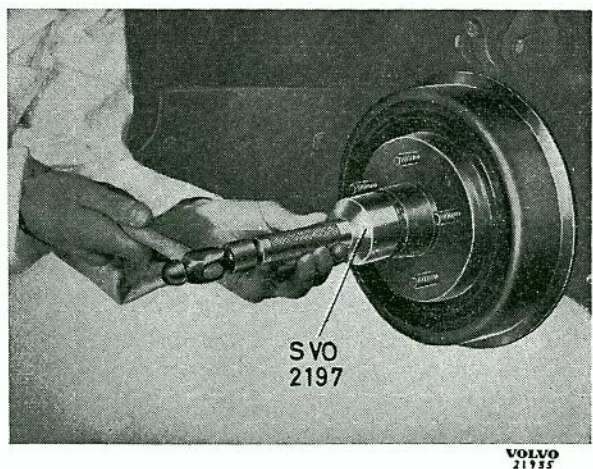

Bild 11. Montering av fettkapsel.
11. Fyll fettkapseln till hälften med sådant fett, som omnämnes i punkt 8 ovan samt montera därefter kapseln med dorn SVO 2197 (bild 11).